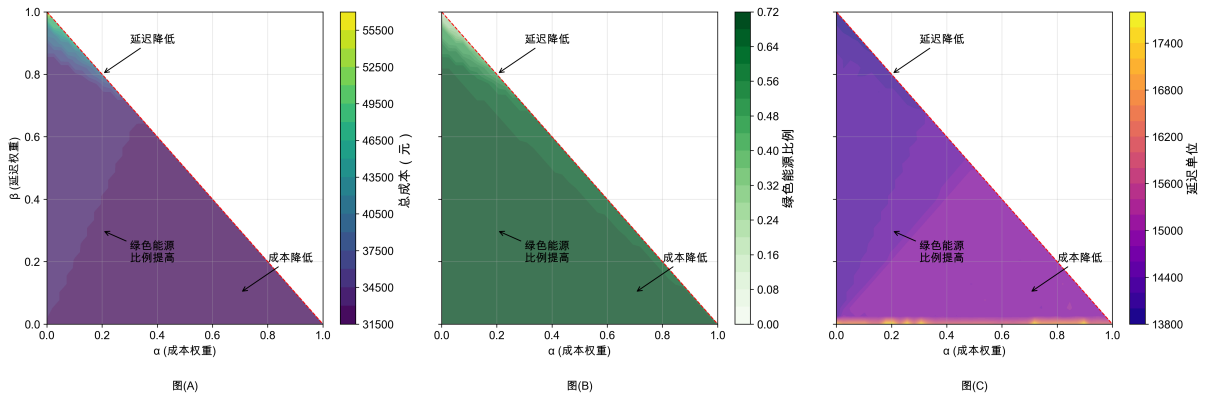

图 4 模型二参数敏感性分析图。图 (A) 为总成本敏感性分析图。图 (B) 为绿色能源比例敏感性分析图。图 (C) 为计算任务延时敏感性分析图 (纵轴量级由于对延时判断并非以时间段为标准而严重过大，并非模型守时性表现糟糕。)
我们在调参过程中通过改变模型参数 α 、 β 和 γ 发现了它们的合作与博弈关系。三个参数代表的能耗成本，计算任务延时和绿电使用率的关系如图 4 所示。由于 α 和 β 分别代表的“经济性”和“守时性”存在根本矛盾，可见图 (A) 和图 (B) 存在明显的“分界线”。
模型对三个参数的灵敏度由图 4 所示参数空间的颜色梯度体现。除去“任意一参数接近 1、其余参数接近 0”的特殊极端情况，模型在空间中具有较高稳定性，能够在大多数参数下得到稳定的优化结果。